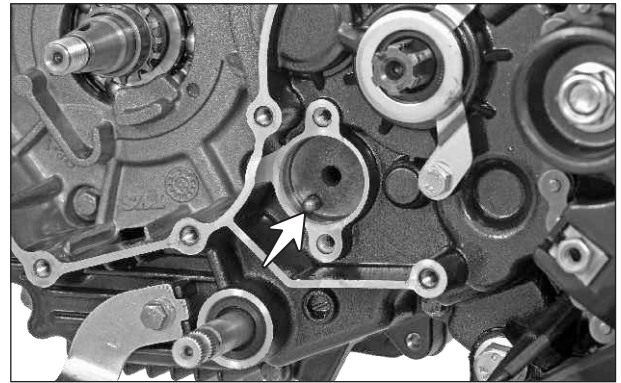

Fig. 3.120
- Retire el pin de contacto del sensor de posición de los cambios. (Fig. 3.120)